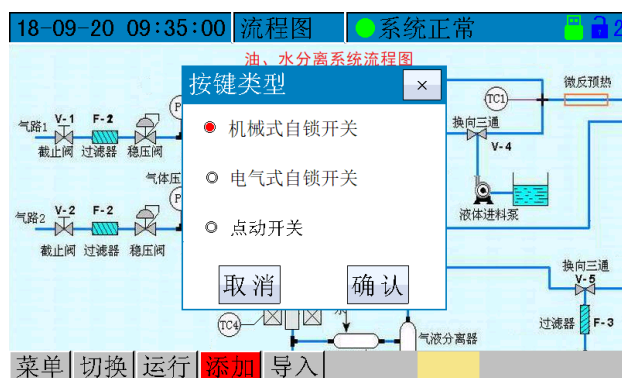

图 18
- (2) 弹出按钮类型对话框，选择“自锁开关”（图 18）；